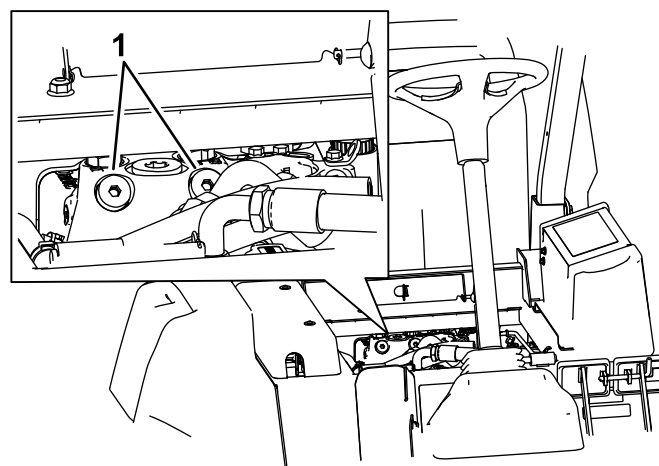

Рисунок 36
1. Поднимите сиденье и найдите перепускные клапаны, расположенные под передней частью топливного бака (Рисунок 36).